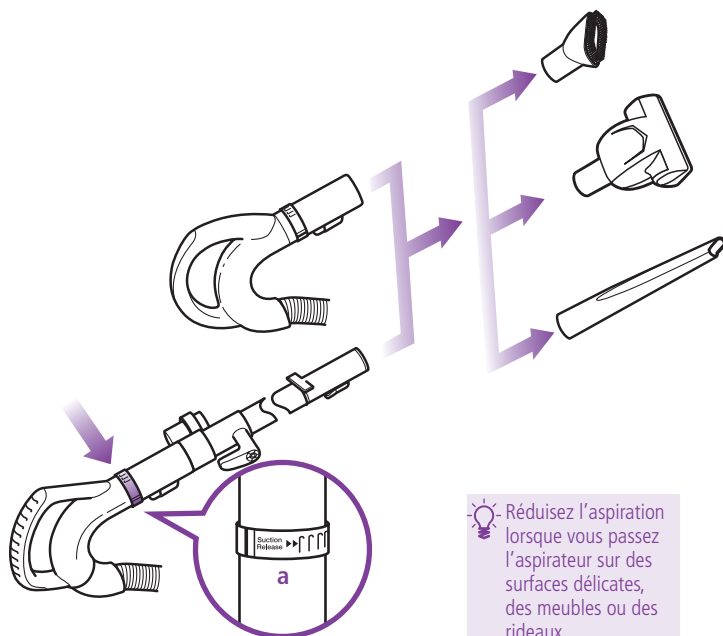

Fig. 16
- 2 Installez l'accessoire désiré à l'extrémité du tube de rallonge ou de la poignée. (Fig. 16)
**dans le sens des aiguilles d'une montre à 90° pour une aspiration élevée et lorsque vous utilisez la brosse portable motorisée. (Fig. 16-a)**